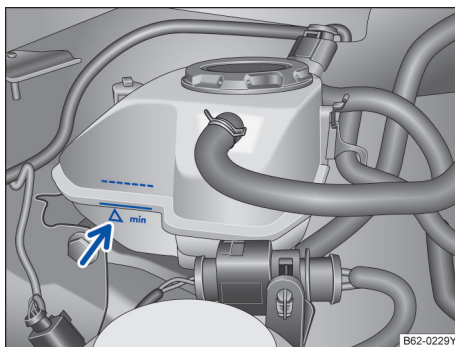

图 146 冷却液补偿容器上的液位标记
- 发动机处于冷态时检查冷却液液位是否在膨胀罐侧面的标记范围内。→ 图 146